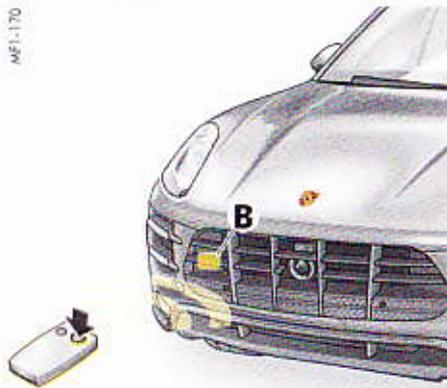

Fig. 264 : Positionnez l'émetteur manuel d'origine face au véhicule
4. Placez l'émetteur manuel d'origine à env. 20 cm de l'emplacement marqué (Fig. 264) et appuyez sur la touche d'émission (parfois pendant plus de 1 minute) jusqu'à ce que les clignotants du véhicule s'allument 3 fois ou que le voyant de contrôle **A** sur l'unité de commande du toit clignote rapidement. Le fait que les clignotants s'allument trois fois et que le voyant de contrôle **A** clignote rapidement confirme que le nouveau signal a été mémorisé correctement. Il est possible que plusieurs tentatives soient nécessaires, en plaçant l'émetteur à différentes distances du véhicule. Pour certains dispositifs, appuyez à nouveau sur la touche d'émission de l'émetteur manuel d'origine, si l'affichage lumineux sur l'émetteur s'éteint.
4. Placez l'émetteur manuel d'origine à env. 20 cm de l'emplacement marqué (Fig. 264 à la page 337) et appuyez sur la touche d'émission (parfois pendant plus de 1 minute) jusqu'à ce que les clignotants du véhicule s'allument 3 fois ou que le voyant de contrôle **A** sur l'unité de commande du toit clignote rapidement.
3. Placez l'émetteur manuel d'origine à env. 20 cm de l'emplacement marqué (Fig. 264 à la page 337) et appuyez sur la touche d'émission (parfois pendant plus de 1 minute) jusqu'à ce que les clignotants du véhicule s'allument 3 fois ou que le voyant de contrôle **A** sur l'unité de commande du toit clignote rapidement.